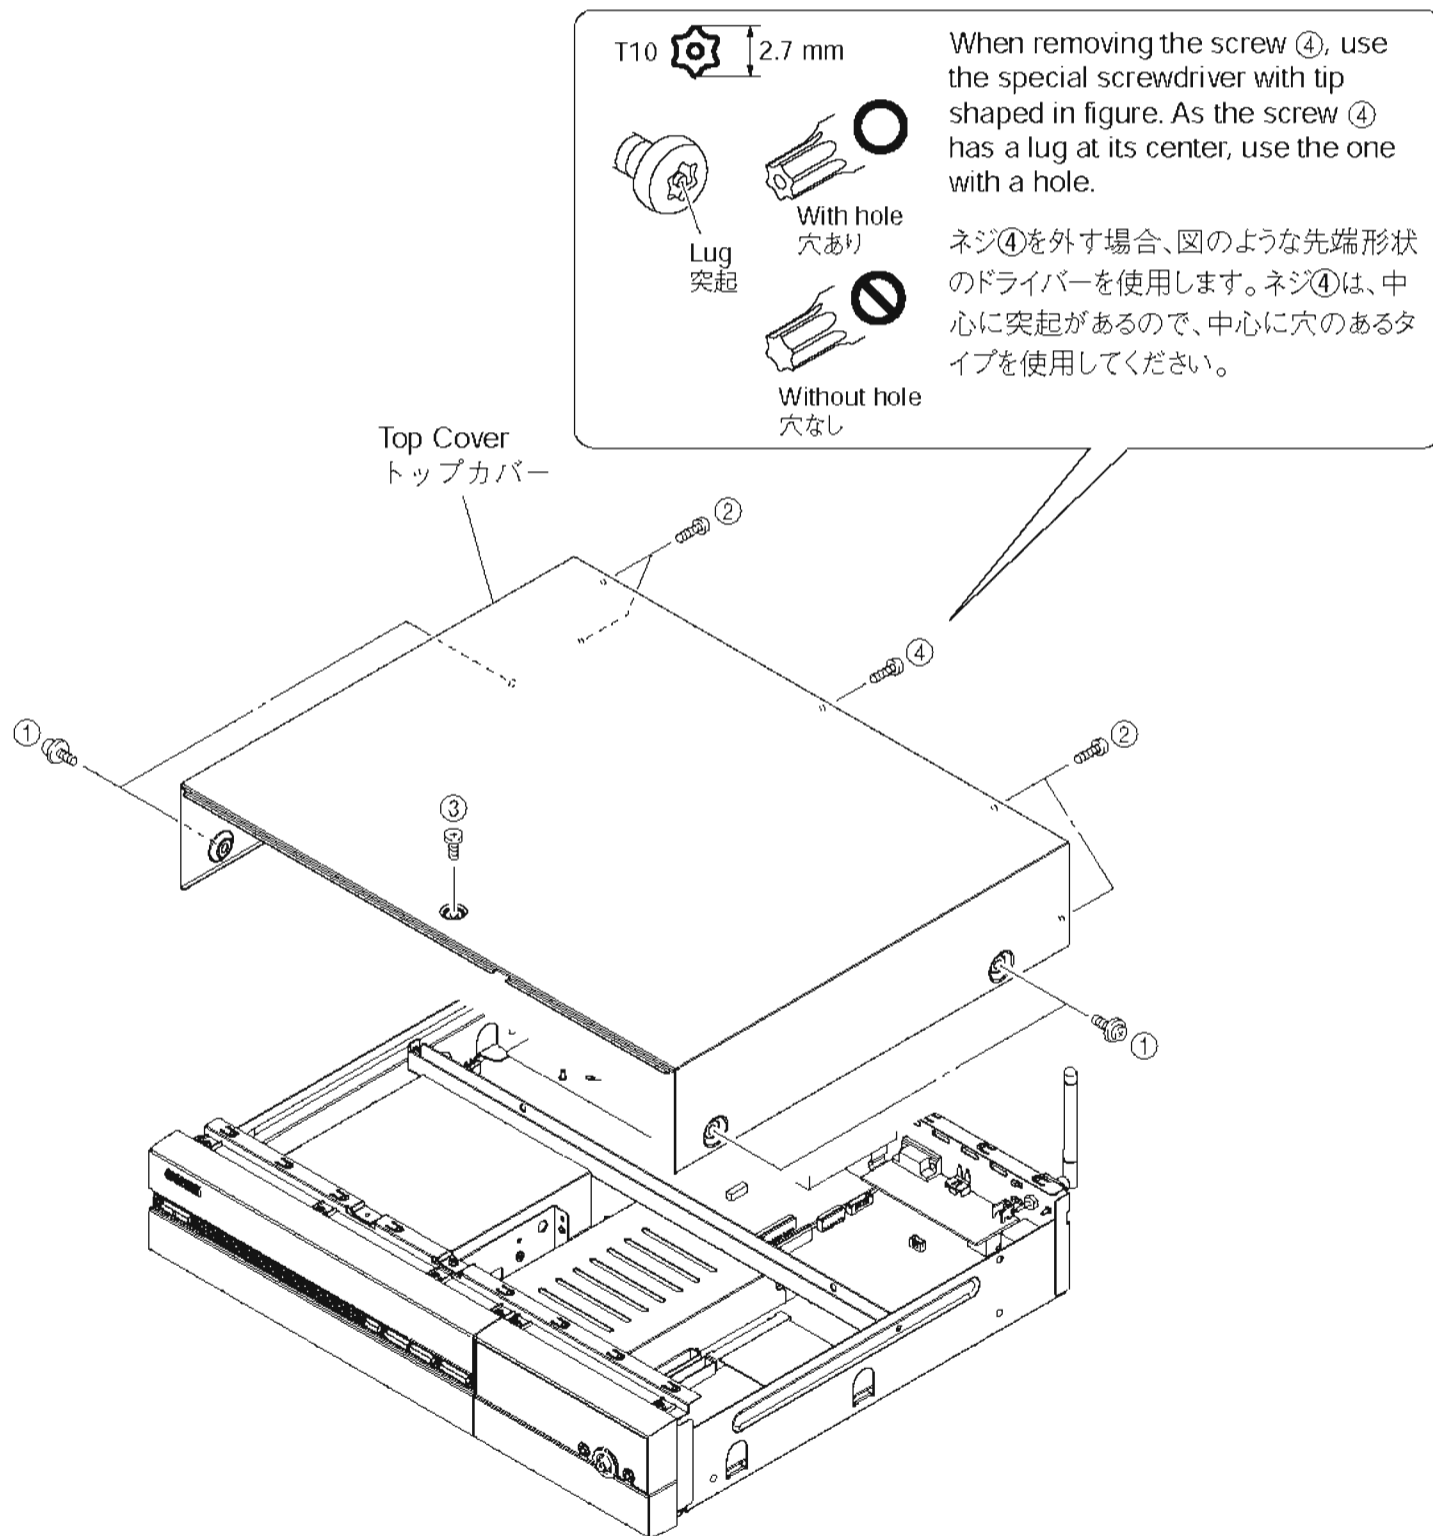

Fig. 1
- a. Remove 4 screws (①), 4 screws (②) and 1 screw (③). (Fig. 1)
- b. Remove 1 screw (④). (Fig. 1)
- c. Remove the top cover rearward while lifting it up. (Fig. 1)
- a. ①のネジ4本、②のネジ4本、③のネジ1本を外します。(Fig. 1)
- b. ④のネジ1本を外します。(Fig. 1)
- c. トップカバーを持ち上げながら後方へ外します。(Fig. 1)